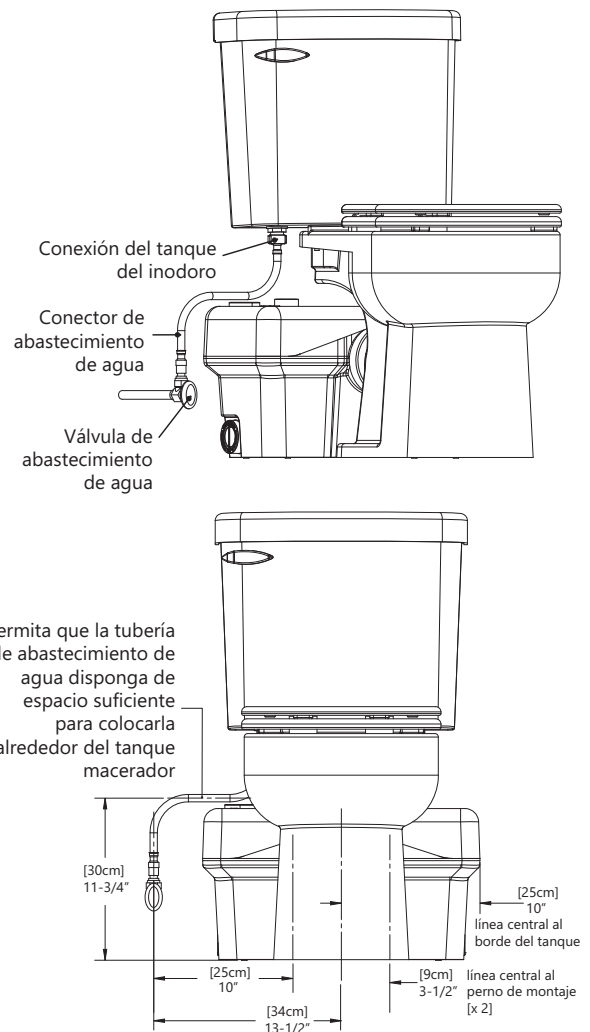

Figura 5. Conexión del inodoro
1. Coloque el macerador en la ubicación deseada y conecte a la unidad todas las tuberías de entrada y de salida de desechos. El lado del tanque que no tiene entradas deberá estar contra la pared para asegurar la colocación correcta del inodoro. Consulte Figura 4 y Figura 5.